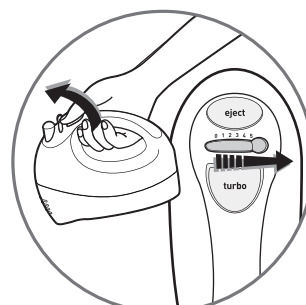

fig.2
- Mettez en route à l'aide du sélecteur de vitesse (**A2**), (fig.2), d'abord en vitesse **1** puis **2,3,4,5**. Utilisez la position « Turbo » (**A3**) si la recette nécessite plus de puissance.